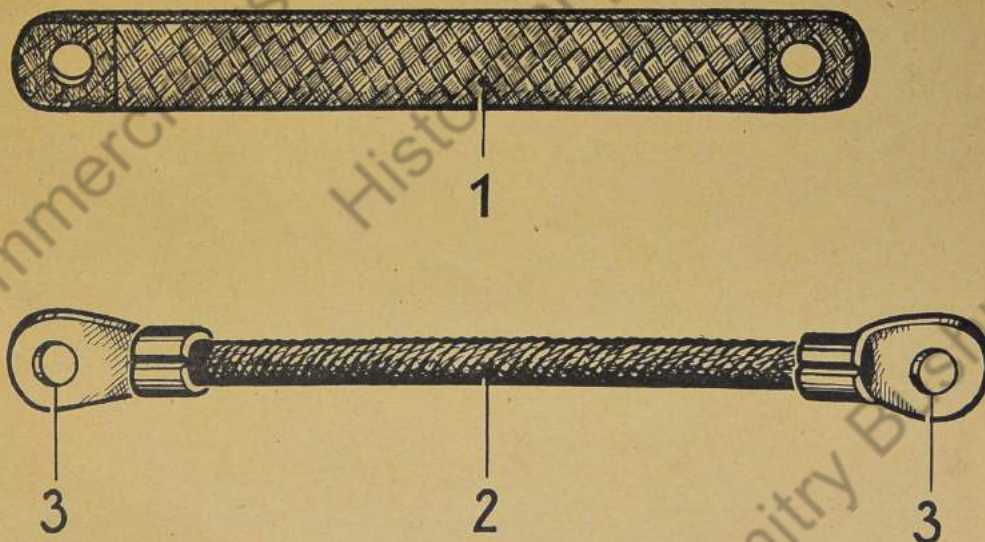

Bild 885: **Massebänder**
1. Einwandfreie blanke und rost sichere Masseverbindung (möglichst spritzverzinkt) (Bild 885).